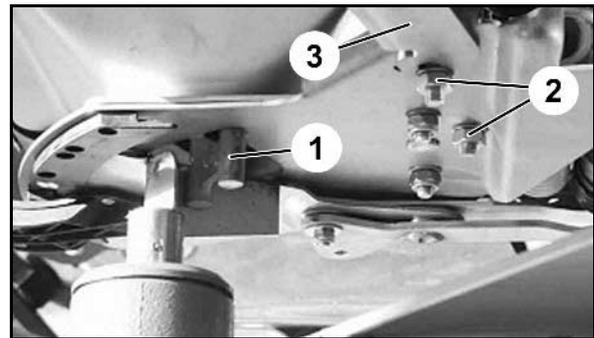

Fig. 9
1. Soltar los tornillos de fijación (Fig. 9/2) de la consola del servomotor (Fig. 9/3).
2. Introducir el calibrador de ajuste (Fig. 9/1) en la abertura de paso.
3. Inclinar la consola del servomotor (Fig. 9/3) contra el calibrador de ajuste y apretar de nuevo los tornillos de fijación (Fig. 9/2).